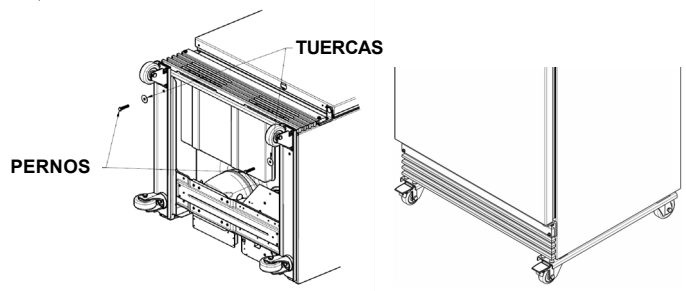

Fig. 6
- Repita el mismo procedimiento en el lado izquierdo con la otra rueda libre y el conjunto de riel de las ruedas. (Vea la Fig. 6).
- Alinee el perno con el agujero en la pata delantera del riel de base derecho. Enrosque el perno usando en el agujero usando una llave abierta o de cubo de 1/2" (vea la Fig. 6).